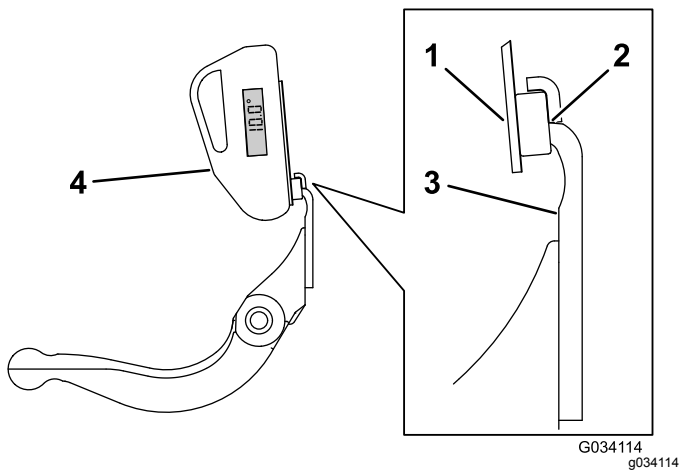

Figure 30
3. Placez l'indicateur d'angle sur le bord de la contre-lame, de manière à adapter le bord de l'aimant avec le bord de la contre-lame (Figure 30).
4. Placez l'indicateur d'angle sur le support, comme montré à la Figure 30.